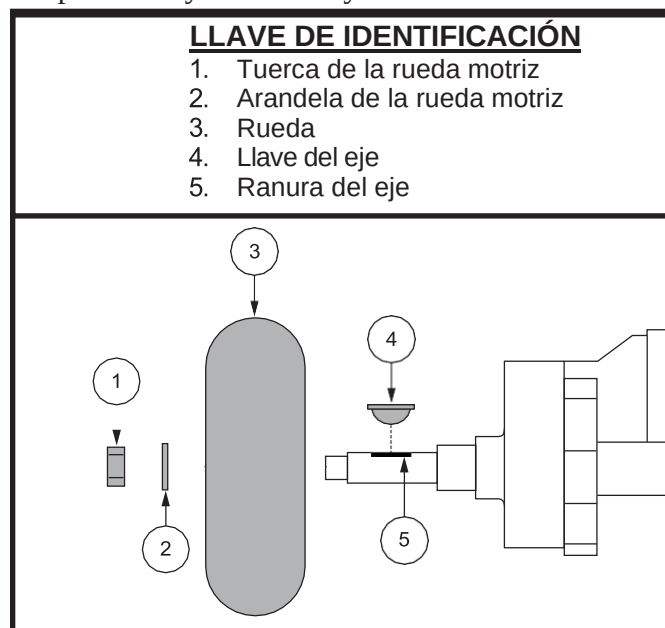

Figura 35 Sustitución de ruedas
3. Retire la tuerca de la rueda motriz y la arandela del eje. **Ver Figura 35.**